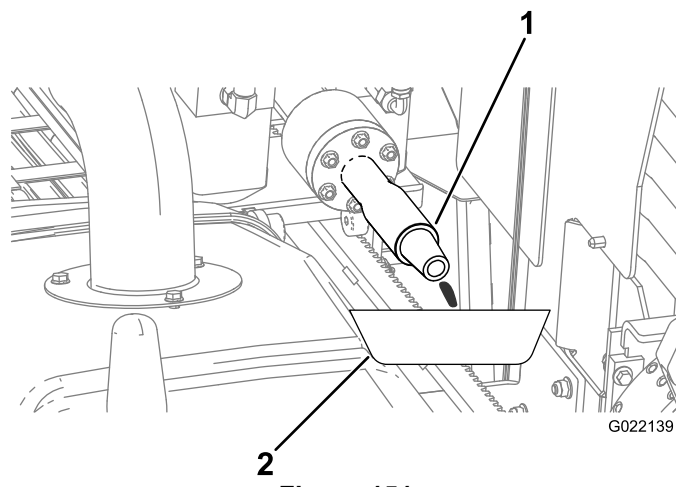

Figure 151
- B. Placez un bac de vidange sous l'arbre de forage pour récupérer les fuites d'antigel (Figure 151).
D. Lorsque l'antigel s'écoule par l'arbre de forage (Figure 151), arrêtez la pompe.